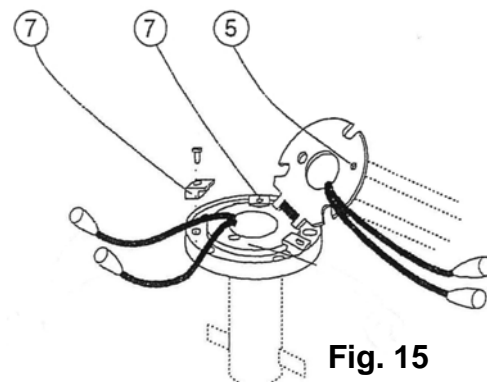

Fig. 15
- Schirm festhalten und Sicherungsschraube (5) lösen (Fig. 15).
- Drehhalter (7) lösen und in einem Plastikbeutel in der Bodenhülse verstauen.
- Mit Fixiersteg (2) die Scharnierscheibe und den wieder abgesenkten Pressring verschrauben.
- Bodenhülse mit Deckel (1) verschliessen.